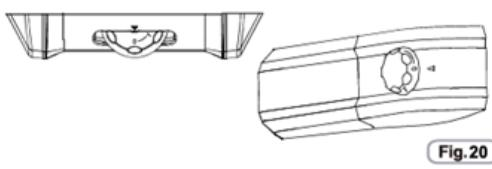

Fig.20
1)) Produse cu buton Rotiți butonul în poziția 0" (fig. 20)